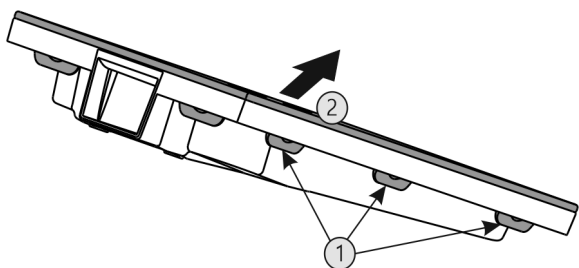

Fig. 56
- ▶ Alle Laschen Fig. 56 (1) nacheinander drücken und die Abdeckung Fig. 56 (2) entnehmen.